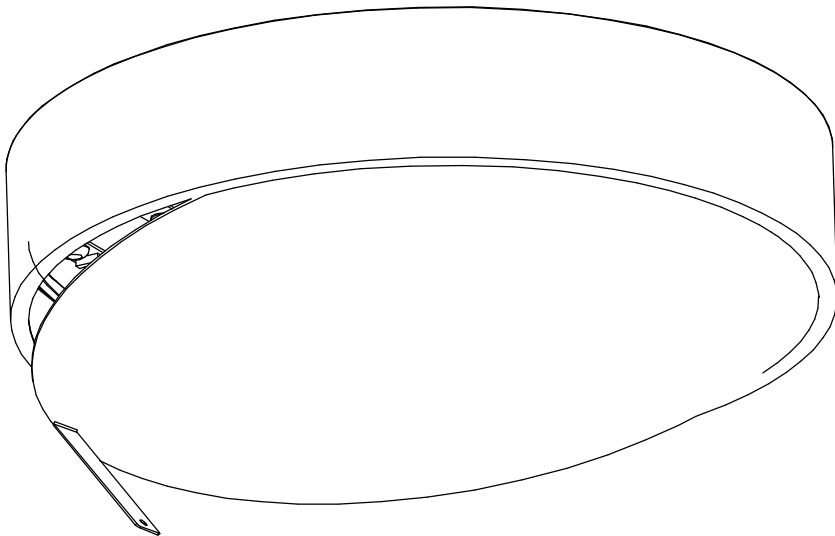

Рисунок 7 - Схема извлечения рассеивателя из корпуса светильника.
5.8 Допускается установка светильника на тросовых подвесах (см. рис.7). Тросовые подвесы являются аксессуарами и заказываются дополнительно.